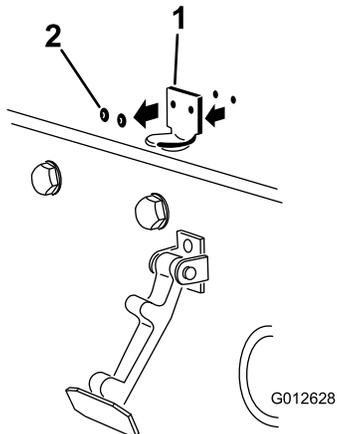

Figura 12
2. Retire os dois rebites que prendem o suporte do trinco do capot ao capot (Figura 12) e retire o suporte do capot.